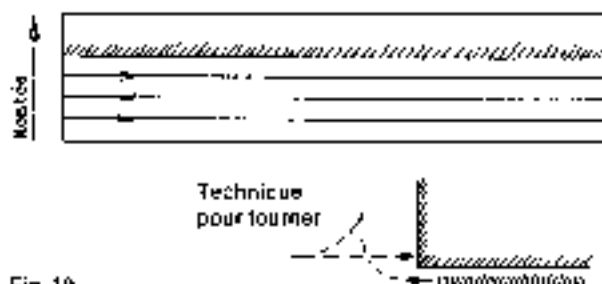

Fig. 19
b) Parcelles en sens horizontal (fig. 19)